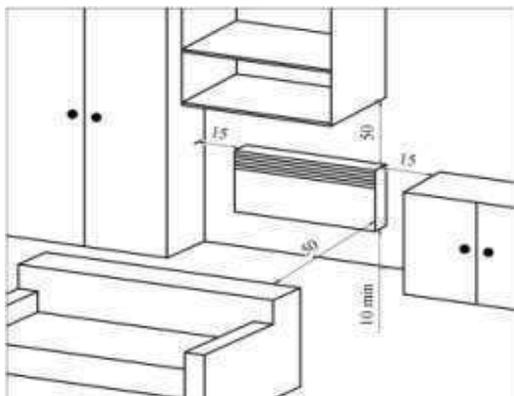

Рис.3
5.6 Размещение конвектора на опорах в помещении аналогичное (см. рис.3), при этом расстояние от задней стенки конвектора до предметов (мебель, шторы и т.п.) должно быть не менее 15 см.